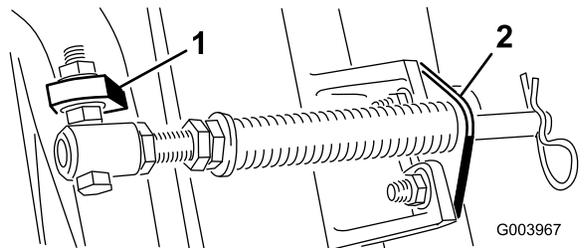

图5
C. 将弹簧管栓安装到承载架的另一个凸耳上，并使用凸缘螺母固定。将螺栓头朝向凸耳外侧，如图5所示。
D. 使用车身螺栓和螺母将杆支架固定到滚刀组凸耳上（图5）。